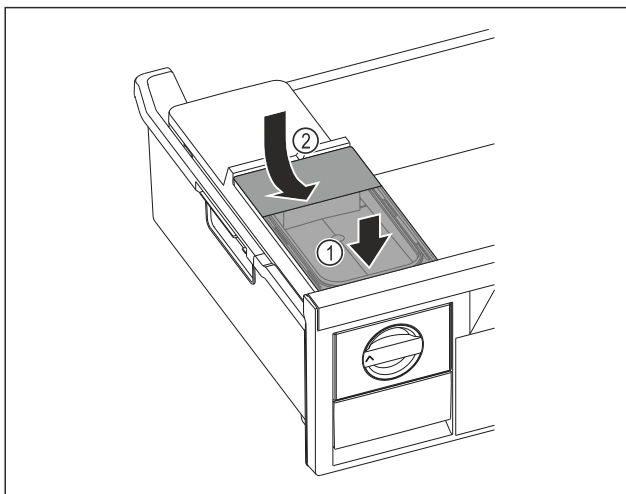

Fig. 122
- ▶ Postavite spremnik za vodu srijeda. Fig. 122 (1)
- ▶ Spustite spremnik za vodu straga. Fig. 122 (2)